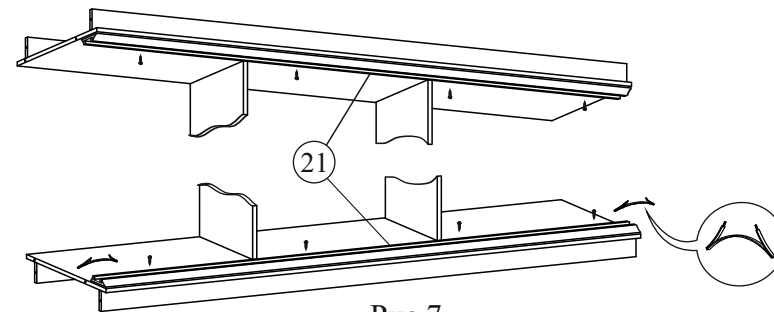

Рис.7
8. Установить ходовые профиля 21 на нижнюю вязку и крышку, приставив вплотную к перегородкам 8 снизу и 12 сверху и закрепить их с помощью саморезов со сверлом 4,2x13, предварительно вставив в них стопора (рис.7). Стопора вставлять в паз нижнего профиля (один стопор для передней двери второй для задней). Отрегулировать положение стопоров самостоятельно. Ходовое колесо в крайнем положении, должно попадать в середину стопора.